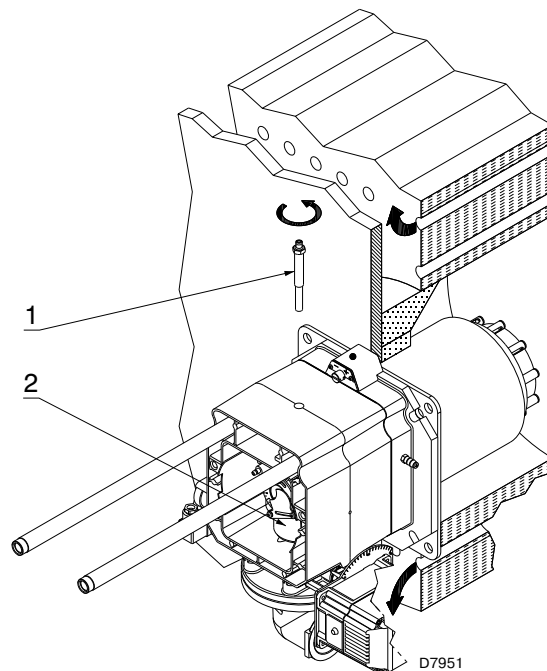

Рис. 14
- снять винт 1)(Рис. 14);
- вынуть внутреннюю часть 2)(Рис. 14) головки и выполнить их настройку.
В этой фазе монтажа головка горения фиксируется к котлу как показано на Рис. 14.